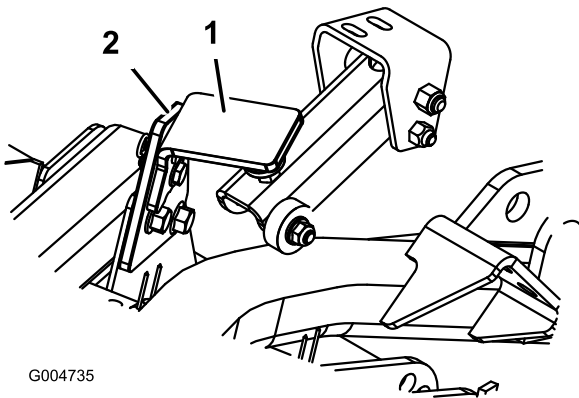

Bild 75
2. Nehmen Sie den Splint und den Lastösenbolzen ab, mit denen der Transportriegel des Mähwerks an der Riegelplatte befestigt ist (Bild 75). Drehen Sie den Riegel zum Heck des Mähwerks.